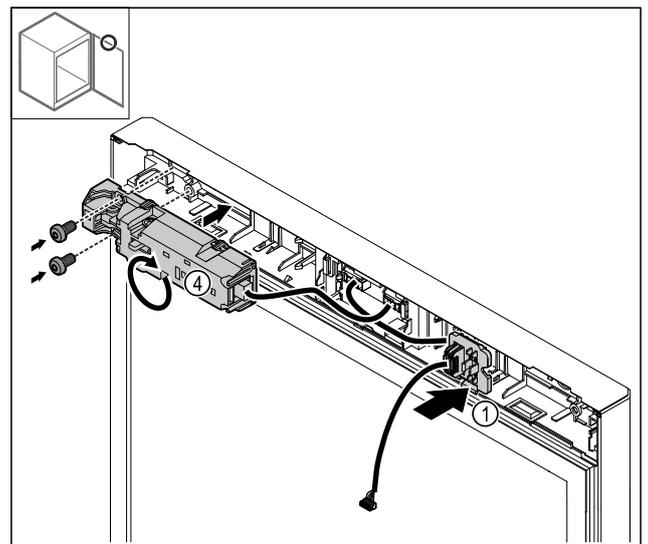

Fig. 29
- ▶ Steckerhalterung Fig. 29 (1) auf Gegenseite einrasten.
- ▶ Elektrisches Schloss Fig. 29 (4) um 180° drehen und auf Gegenseite befestigen.